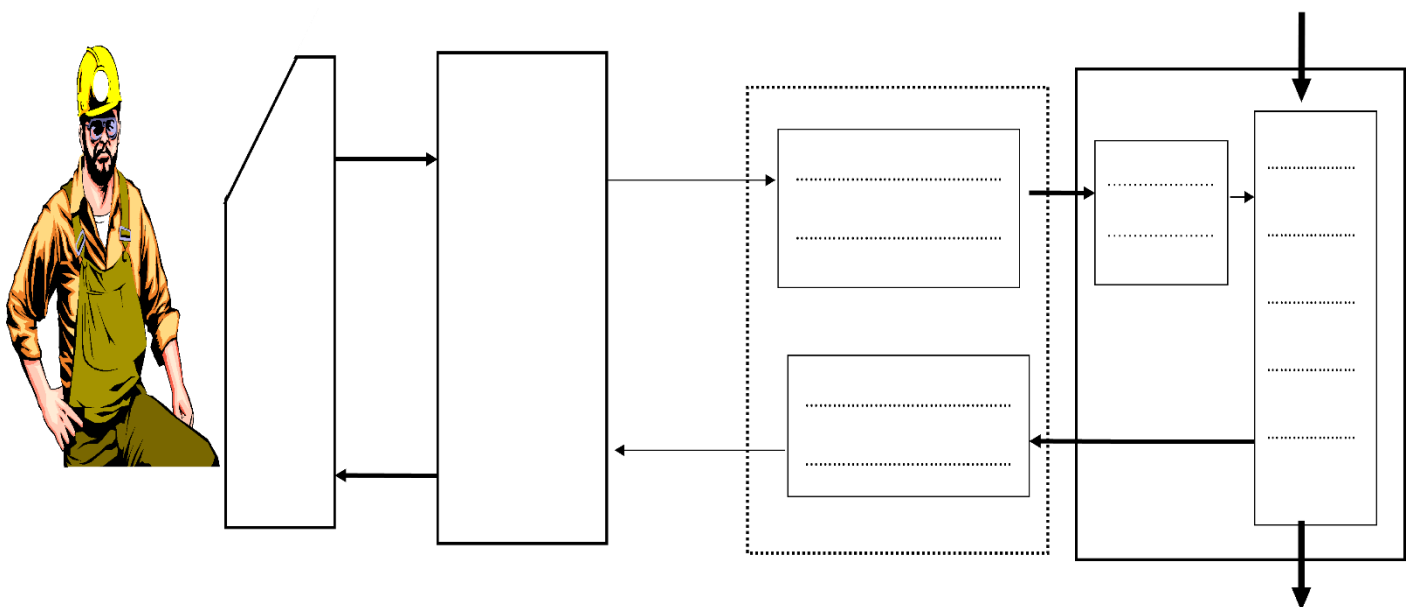

Figure 3
- 6- Compléter le schéma structurel du système de chargement / déchargement des deux chariots (**Figure 3**).